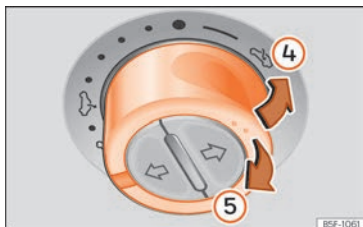

Abb. 111 Im Dachhimmel: Schalter zum Hochklappen oder Zuklappen des Dachs drücken bzw. daran ziehen.
- Hochfahren: Drücken Sie den Schalter auf die Position »» Abb. 111 ④. Zum Einstellen einer Zwischenposition betätigen Sie den Schalter bis die gewünschte Position erreicht ist.
- Senken: Ziehen Sie den Schalter auf die Position »» Abb. 111 ⑤. Zum Einstellen einer Zwischenposition betätigen Sie den Schalter bis die gewünschte Position erreicht ist.
»» Abb. 111 (Pfeil ⑤) bis das Dach vollständig geschlossen ist.